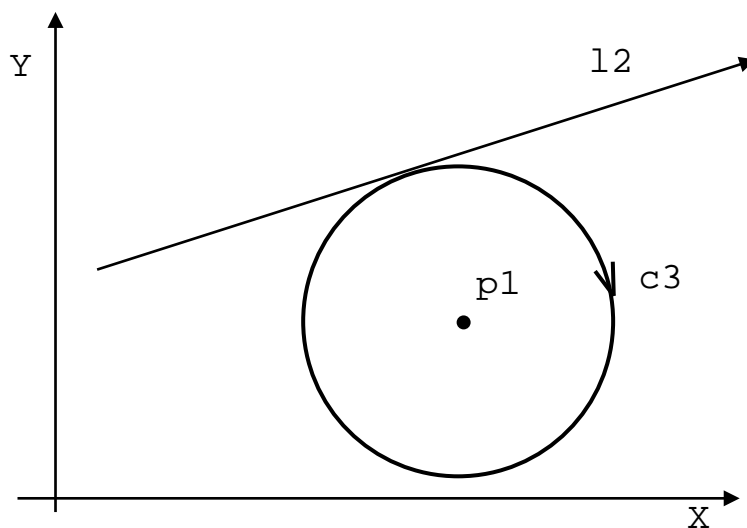

Рисунок 2.93
- окружность с центром в предопределённой точке и касательная к предопределённой прямой (рисунок 2.93):